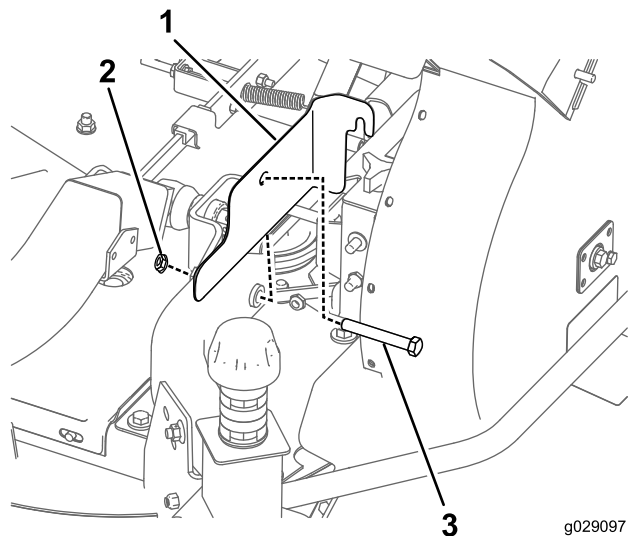

Figure 25
- Montez la protection de la courroie sur la machine (Figure 25).